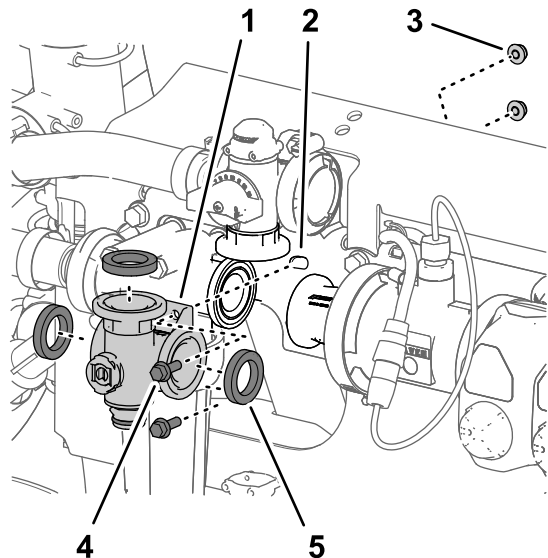
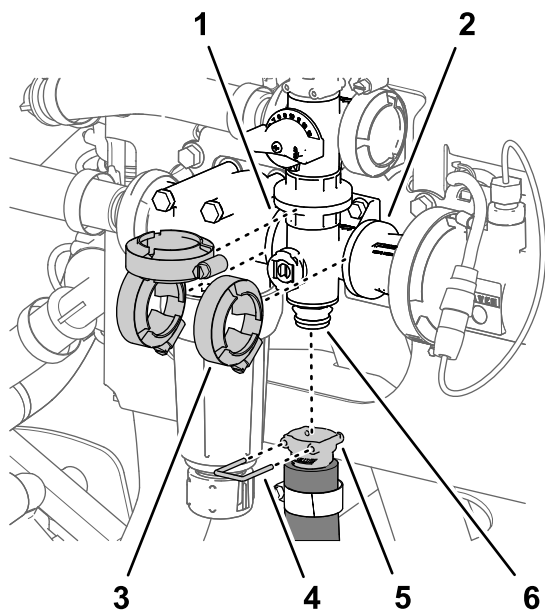

Figure 120
Figure 121
1. Alignez la bride du collecteur de la vanne d'agitation et les 3 joints sur les brides de la vanne de dérivation d'agitation, de la tête du filtre sous pression et de l'adaptateur d'accouplement (Figure 121 et Figure 120).
2. Fixez légèrement le collecteur de vanne d'agitation à la vanne de dérivation d'agitation, la tête du filtre sous pression et l'adaptateur d'accouplement (Figure 121) à l'aide des 3 colliers que vous avez retirés à la section Dépose de la valve du collecteur d'agitation (page 85).
5. Serrez les 3 colliers bride à la main (Figure 121).
6. Fixez le raccord rapide du flexible d'agitation au raccord rapide du collecteur de vanne d'agitation à l'aide de l'étrier de fixation (Figure 121).